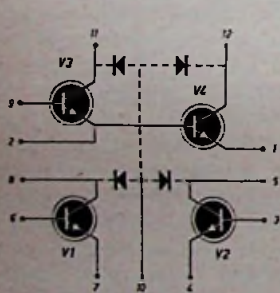

Fig. 4
1) De collector van elk van de op de chip van de CA3018 ondergebrachte transistoren is van het substraat (of draager) geïsoleerd door een integrale diode. Deze diode wordt nl. gevormd door de overgang tussen de n-laag van de collector en de p-laag van het substraat. Daarom dient altijd de substraat-aansluiting (10) van het IC met het meest negatieve punt van de externe schakeling te worden verbonden. In fig. 4 zijn deze dioden aangegeven.